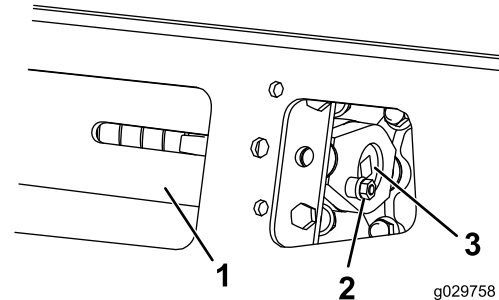

**Bild 58**
Stellen Sie sicher, dass der Spannblock mit der grünen Führung auf dem Aufkleber ausgefluchtet ist, oder dass der Block 1,3 cm von der Rückseite des Spannungsrohrschlitzes entfernt ist (Bild 58).
- Drehen Sie die Spannschraube mit einer Ratsche (1/2"), bis der Spannblock mit der grünen Führung auf dem Aufkleber ausgefluchtet ist, oder er 1,3 cm von der Rückseite des Spannungsrohrschlitzes entfernt ist (Bild 58).
8. Stellen Sie sicher, dass sich der Spannblock an beiden Ketten an der grünen Führung auf dem Aufkleber ausgerichtet ist, oder dass er 1,3 cm von der Rückseite des Spannungsrohrschlitzes entfernt ist (Bild 58). Stellen Sie sie bei Bedarf ein.